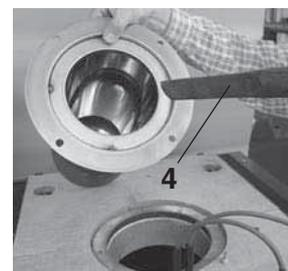

Fig. 10
13. rimuovere le particelle di polvere e di sporco sciolte con l'aspirapolvere (4, fig. 10).